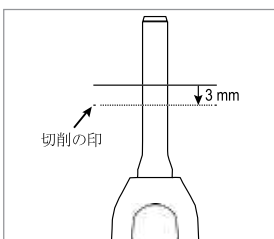

図 7
10. ステップ 8 の印の場所を確認します。そこから測定して 3 mm 下に切削用の新しい印を付けます (図 7)。最初の印を消します。